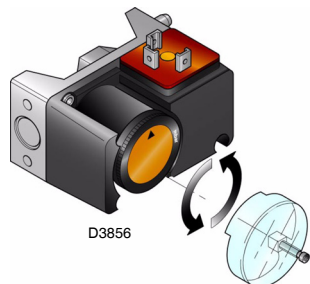

Fig. 24
- Régler le pressostat du gaz max. (Fig. 24) en fin d'échelle.